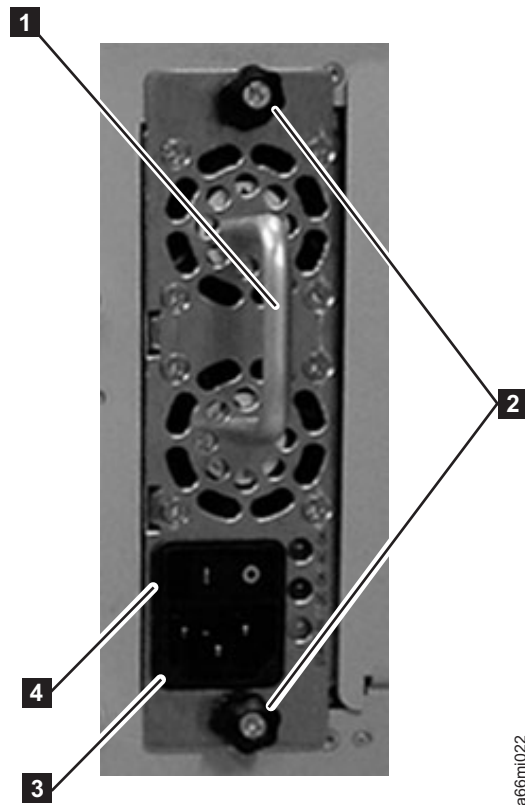

Abbildung 11-2. Primäres Netzteil in Steuermodul
Achtung: Trennen Sie zunächst das Netzkabel vom Versorgungsstromkreis. Trennen Sie dann das Netzkabel von der Anschlussbuchse des Netzteils (**3** in Abb. 11-2).
3. Lösen Sie die beiden Rändelschrauben (**2** in Abb. 11-2) durch Drehen gegen den Uhrzeigersinn.
4. Fassen Sie den Griff (**1** in Abb. 11-2) an, und ziehen Sie das Netzteil langsam heraus. Stützen Sie dabei das Netzteil unten mit der Hand ab.
1. Fassen Sie den Griff (**1** in Abb. 11-2) an, und stützen Sie das Netzteil unten mit der Hand ab. Richten Sie dann das Netzteil an den Führungen im Netzteilerschacht aus, und schieben Sie das Netzteil vorsichtig in das Kassettenarchiv.
2. Ziehen Sie die beiden Rändelschrauben (**2** in Abb. 11-2 auf Seite 11-4) durch Drehen im Uhrzeigersinn an.
Achtung: Schließen Sie zunächst das Netzkabel an die Anschlussbuchse des Netzteils an (**3** in Abb. 11-2 auf Seite 11-4). Schließen Sie dann das Netzkabel an den Versorgungsstromkreis an.
2. Fassen Sie den Griff (**1** in Abb. 11-2 auf Seite 11-4) an, und stützen Sie das Netzteil unten mit der Hand ab. Richten Sie dann das Netzteil an den Führungen im Netzteilschacht aus, und schieben Sie das Netzteil vorsichtig in das Kassettenarchiv.
3. Ziehen Sie die Rändelschrauben (**2** in Abb. 11-2 auf Seite 11-4) durch Drehen im Uhrzeigersinn an.
4. Schließen Sie das Netzkabel an die Anschlussbuchse des redundanten Netzteils (**3** in Abb. 11-2 auf Seite 11-4) an.
5. Schalten Sie den Netzschalter (**4** in Abb. 11-2 auf Seite 11-4) ein (I).
2. Schalten Sie den Netzschalter (**4** in Abb. 11-2 auf Seite 11-4) des redundanten Netzteils aus (O).
3. Ziehen Sie das Netzkabel aus der Anschlussbuchse (**3** in Abb. 11-2 auf Seite 11-4) des redundanten Netzteils heraus.
4. Lösen Sie die beiden Rändelschrauben (**2** in Abb. 11-2 auf Seite 11-4) durch Drehen gegen den Uhrzeigersinn.
5. Fassen Sie den Griff (**1** in Abb. 11-2 auf Seite 11-4) an, und ziehen Sie das Netzteil heraus. Stützen Sie das Laufwerk beim Herausziehen unten mit der anderen Hand.